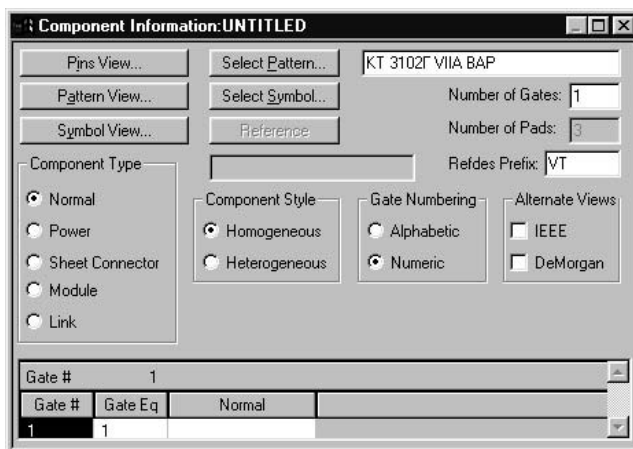

Рис.4.4.2
- в поле **RefDes Prefix** (Префикс позиционного обозначения) ввести VT (рис.4.4.2).